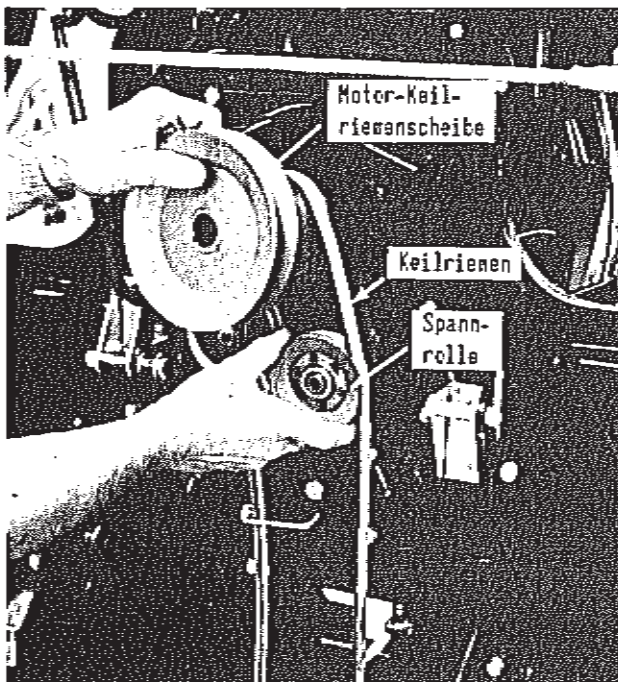

Abb. 19
5. Hängen Sie die Zugfedern auf beiden Seiten des Schneidwerkgehäuses aus, Abb. 19.
10. Ziehen Sie den Keilriemen von der Motorkeilriemenscheibe ab, Abb. 19.